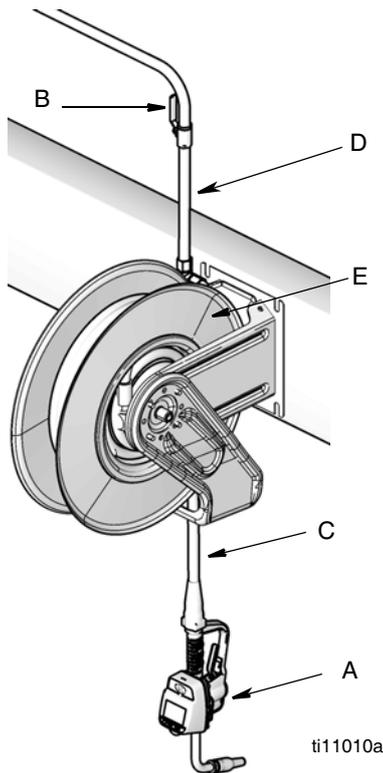

FIG. 13
Installations types (FIG. 13)
L'installation type montrée sur la FIG. 13 est uniquement donnée à titre indicatif. Il ne s'agit pas du schéma d'un système complet. Contacter son distributeur Graco pour qu'il puisse aider à configurer un système qui correspond à vos besoins.
2. Fermer la vanne d'arrêt (B, FIG. 13).
1. Fermer la vanne d'arrêt (B, FIG. 13, page 12) du liquide à chaque point de distribution.
4. Lentement ouvrir la vanne d'arrêt (B) du liquide au point de distribution. Évacuer une quantité suffisante d'huile de sorte que tout le système soit propre, puis fermer la vanne.